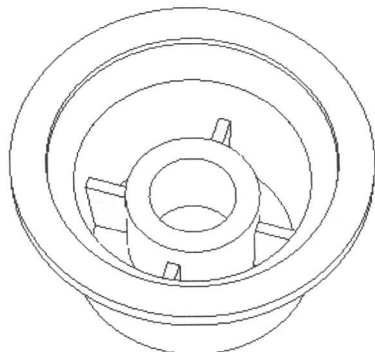

图2-11
- 在【实例】对话框中单击 点和方向 按钮，弹出【实例】对话框，然后单击两次 确定 按钮，最后依次单击 点和方向 和 是 按钮创建环形阵列特征，结果如图 2-11 所示。